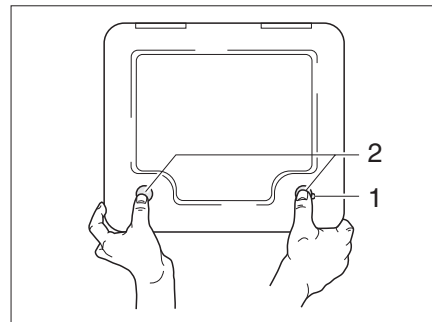

Fig. 105 Sportello per la cassetta della toilette
- ▶ Aprire lo sportello della cassetta all'esterno del veicolo. Inserire la chiave nel cilindro della serratura a pressione (Fig. 105,1) e ruotare di un quarto di giro.
- ▶ Premere contemporaneamente con i pollici entrambe le serrature a pressione (Fig. 105,2) e aprire lo sportello per la cassetta.